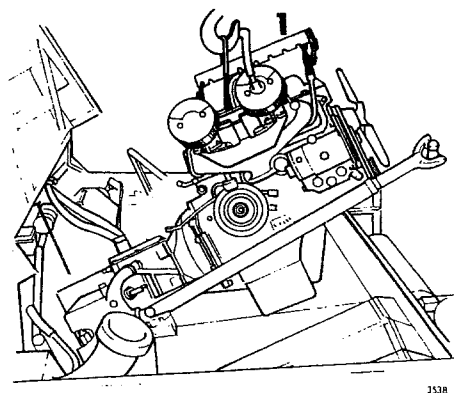

Fig 01—16. Urlyftning av motor och växellåda
32. Lyft ut motorn och växellådan, se fig 01—16.